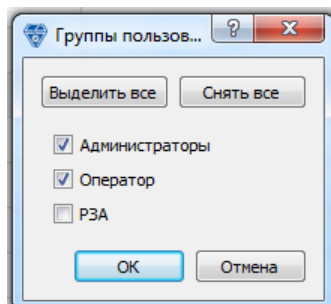

Рис. 2.8.3 Изменение группы пользователей
- «Группа пользователей» - в этом столбце перечислены группы пользователей, которым будет доступна данная мнемосхема в Topaz Scada. Изменить группы пользователей выбранной мнемосхемы можно двойным нажатием, вызвав диалоговое окно выбора групп пользователей (Рис. 2.8.3).